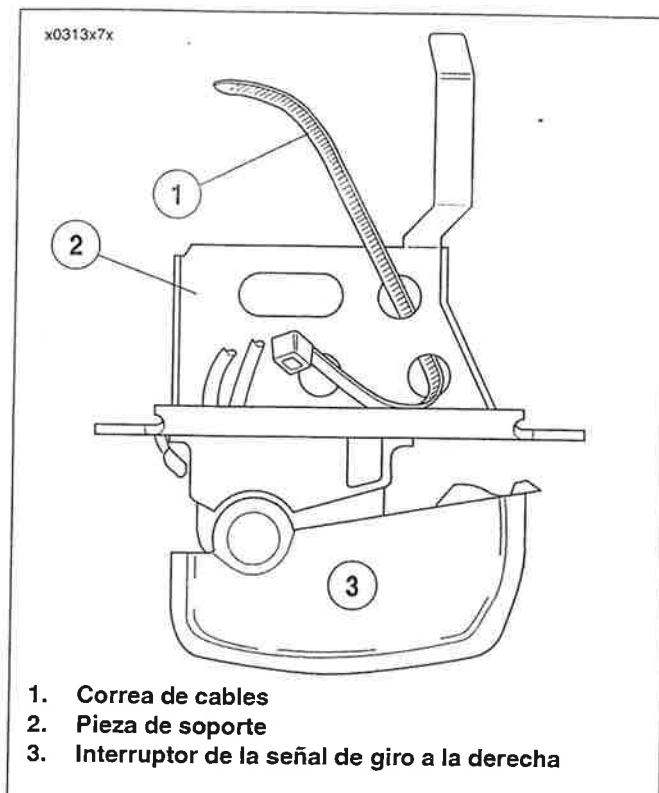

Figura 7-54. Insertar la correa de cables en la pieza de soporte del interruptor
1. Vea la Figura 7-54. Inserte el extremo ahusado de la correa de cables (1) nueva de 178 mm (7,0 pulg.) en el agujero redondo en la pieza de soporte (2) del interruptor de las señales de giro y después hágala pasar de regreso por el agujero adyacente. Reserve el agujero oblongo para el tornillo de la pieza de soporte.